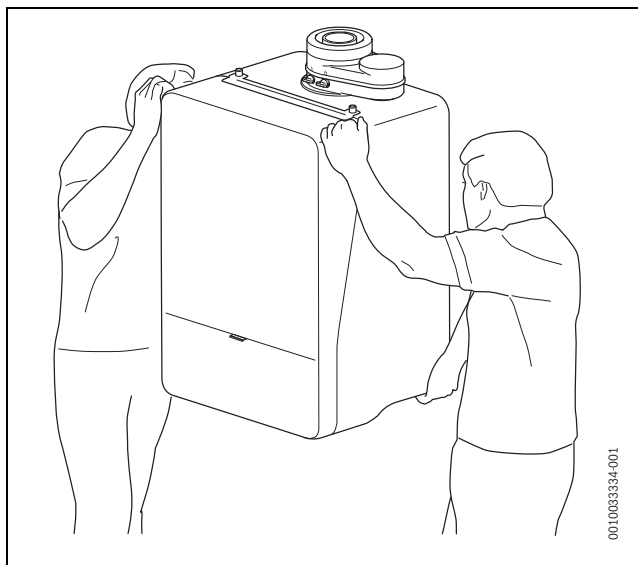

Fig. 10 Sollevamento e trasporto dell'apparecchio eseguito in modo corretto
- Afferrare l'apparecchio solamente dai lati e non dal pannello di comando o dal raccordo gas combusti (→ fig. 10).